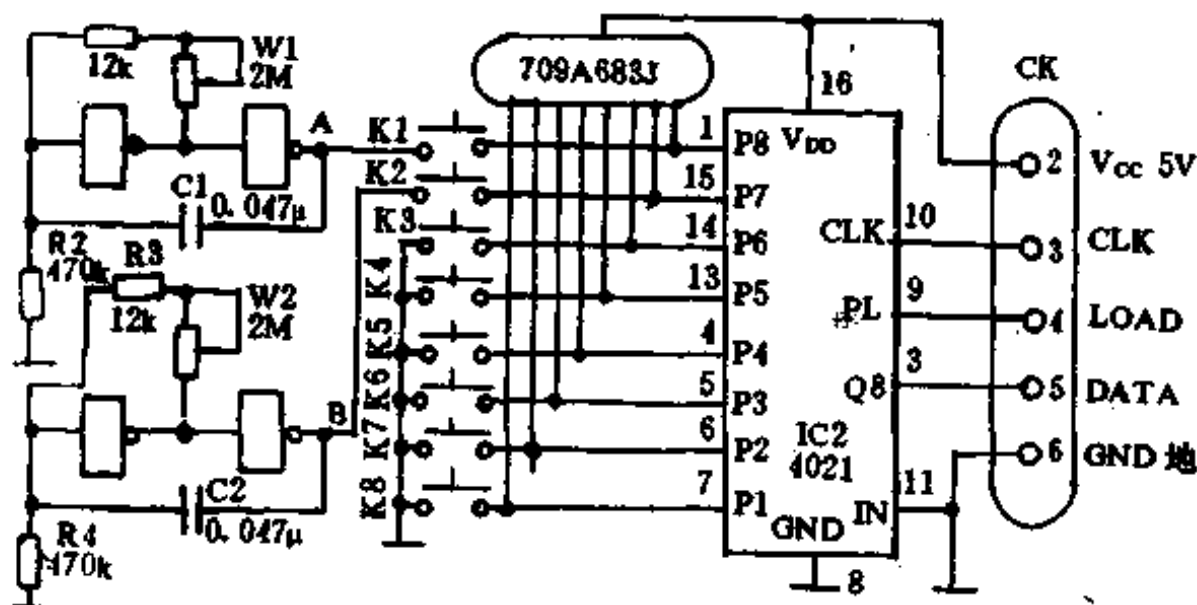
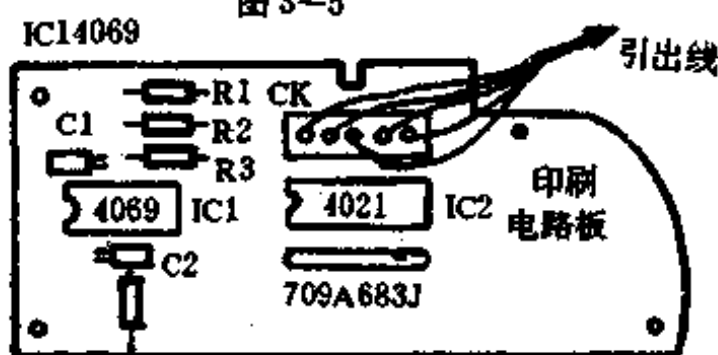

图 3-5
图 3-6
胜天游戏机有两个操纵盒,图 3-5 所示是操纵盒 I 的电路图,图 3-6 示出了它的印制板元件排布图。另一个操纵盒即操纵盒 II 的电路与操纵盒 I 略有不同,主要多了一只话筒(MIC)和没有“启动”和“选择”开关,IC2 的⑬、⑭脚接  $V_{CC}$ 。